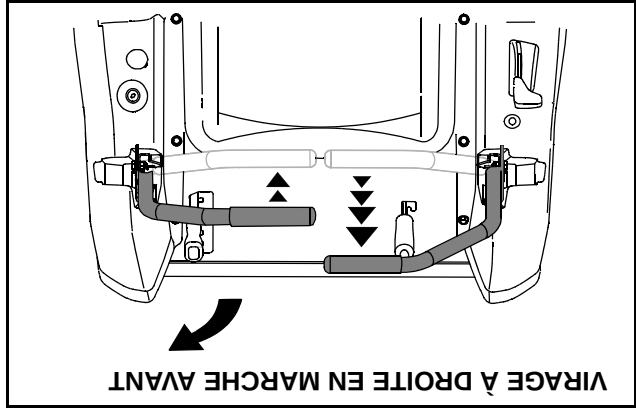

Figure 13
- Pour tourner à droite, tirez le levier droit en retrait du levier gauche. Voir la Figure 13.